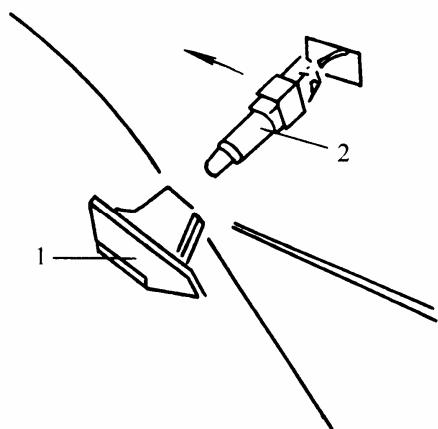

图 9-87 侧转向灯的拆卸
- 1) 拆卸 向车前方向推动侧转向灯的灯盒，拉出侧转向灯，并拔出灯座（图 9-87）。